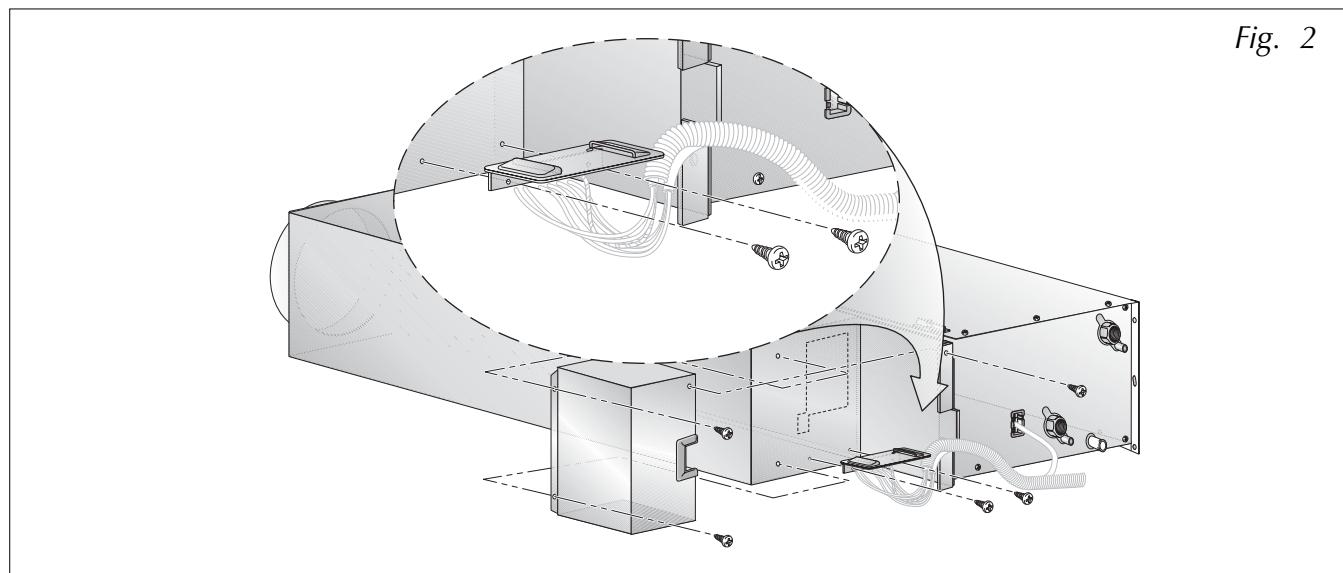

Fig. 2
- se necessario trasferire la morsettiera dal ventilconvettore alla scatola elettrica (fig. 2 - 3 -4) del plenum, prima di chiudere con il coperchio (fig. 5) accertarsi che i collegamenti e la messa a terra siano stati eseguiti correttamente;
- if necessary, transfer the terminal board from the ventilator/convector to the electric box (figs. 2 - 3 -4) of the plenum, before closing with the lid (fig. 5) make sure that the connections and earthing have been performed correctly;
- Si nécessaire transférez la barrette de raccordement du ventilo-convector au boîtier électrique (fig. 2 - 3 - 4) du plenum; avant d'enfermer avec le couvercle (fig. 5), contrôlez que les raccordements et la mise à la terre sont exécutés correctement;
- Wenn nötig, das Klemmbrett vom Gebläsekonvektor zum elektrischen Gehäuse (Abb. 2 - 3 - 4) des Plenums versetzen, vor dem Schließen mit dem Deckel sicherstellen, dass die Anschlüsse und die Erdung korrekt ausgeführt wurden;